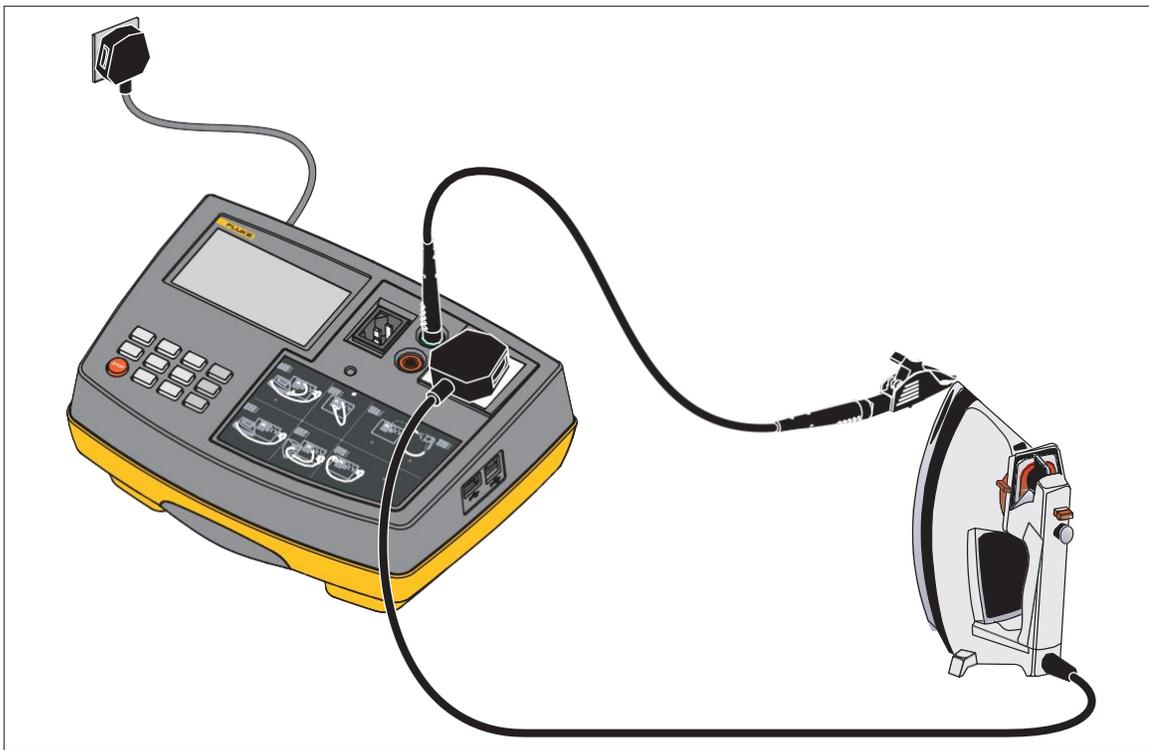

图 2 接地调零连接
1. 按照测试仪上的指示连接电器和接地连接测试导线，参见图 2。将鳄鱼夹连接到电器上的外部裸露导电部件。请勿将探头用于大于 10 A 的接地测试。该探头的额定电流仅为 10 A。